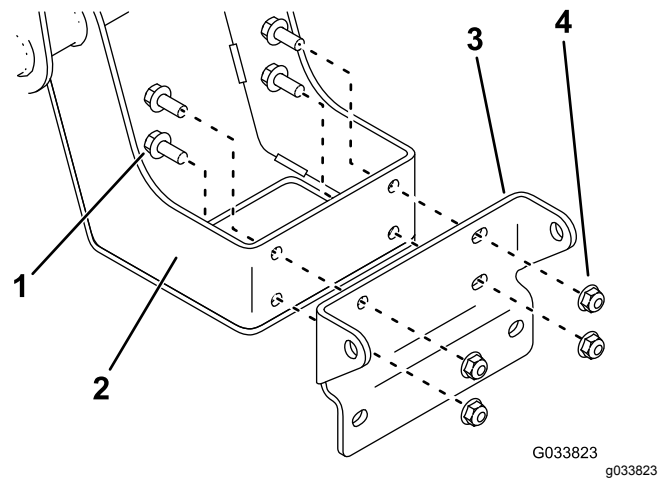

Figure 7
5. Fixez le support du pare-broussaille au pare-broussaille à l'aide de 4 boulons (5/16 x 3/4 po) et 4 écrous (5/16 po), comme montré à la Figure 7.